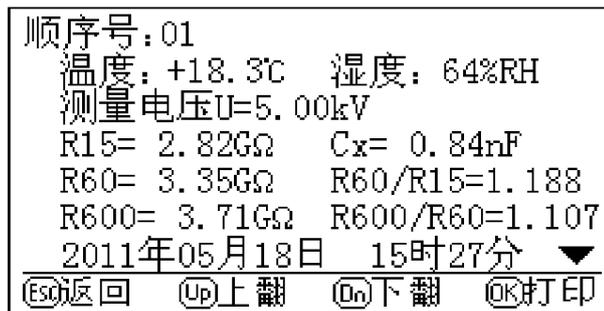

图 16
4.4 在图 2 所示的界面下，若选择记录查询操作，将会显示以前测量且存储的各组数据，如图 16 所示，可根据显示屏下方的按键功能提示进行上翻页、下翻页等操作。